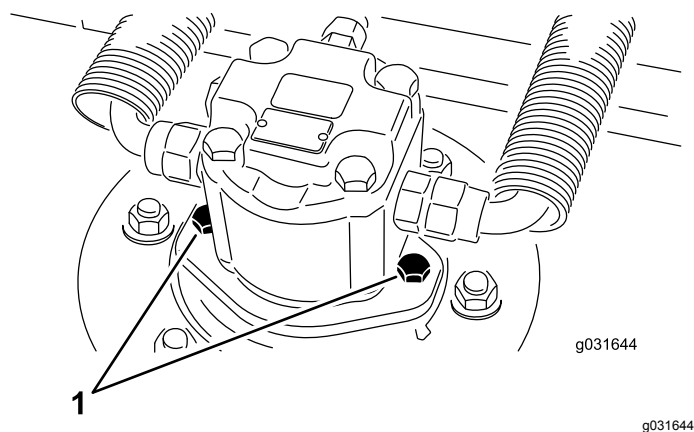

Figura 67
2. Retire os parafusos de montagem do motor hidráulico e desligue e retire o motor hidráulico da unidade de corte (Figura 67).
4. Utilizando os parafusos de montagem do motor hidráulico, instale o motor hidráulico na unidade de corte (Figura 67).